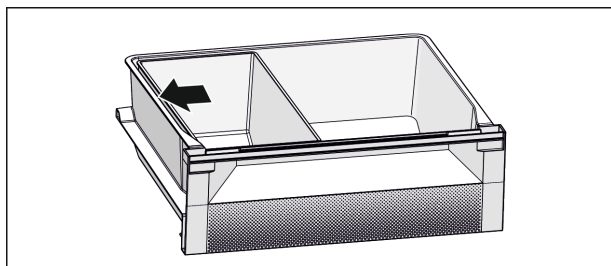

Fig. 73
- Pro optimální funkci chlazení: Umístěte misku Fish & Seafood podle obrázku (viz Fig. 73).